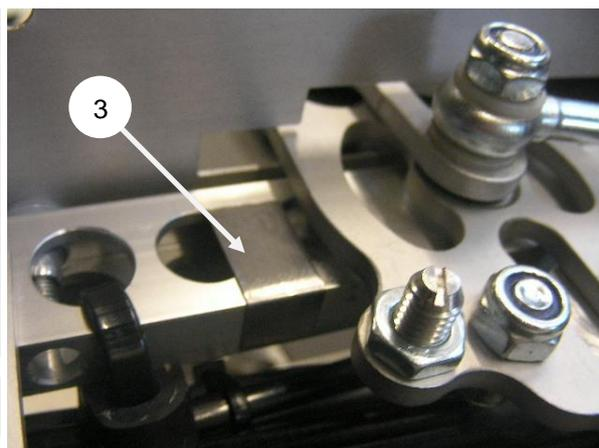

Abb. 6 – Aufgeklebtes Schutzblech
- 12 Kennzeichnen, wo Turboschraube die Mittelkonsole berührt, markierte Stelle mit Kraftreiniger entfetten und Schutzblech mit Technicoll aufkleben (Abb.6, 3)